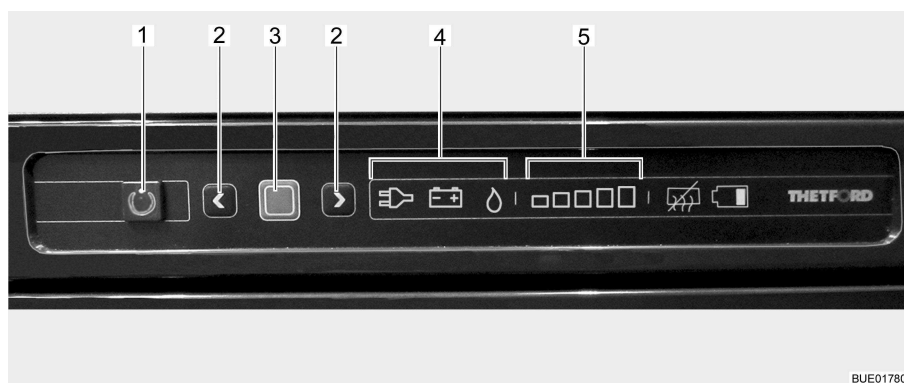

Bild 93 Reglage, knappar för kylskåpet
Det aktuella driftläget visas med en tänd symbol (Bild 93,4) på kontrollenheten.
När kylskåpet slås på väljs automatiskt den senast valda termostatinställningen. Denna inställning kan ändras manuellt med pilknapparna (Bild 93,2). De lysande staplarna på kylnivåindikatorn (Bild 93,5) visar den valda termostatinställningen. Med hjälp av pilknapparna ställs kyltemperaturen in för alla tre energikällorna. Det tar alltid några timmar innan man har en normal drifttemperatur i kylskåpet. Om en omkoppling sker till ett andra driftläge förändras termostatinställningen inte. Kyltemperaturen bibehålls oberoende av den valda energikällan.
- Tryck på på/av-knappen (Bild 93,1) i en sekund. Knappen (Bild 93,1) lyser grönt. Efter ca 10 sekunder dimmas indikeringen automatiskt för att spara ström.
- Tryck ned bekräftelseknappen (Bild 93,3) i cirka 2 sekunder. Symbolerna för driftlägena (Bild 93,4) blinkar.
- För att ändra driftläge tryck på pilknapparna (Bild 93,2).
- För gasdrift välj driftläget gas med hjälp av pilknapparna (Bild 93,2). Nu är gastillförseln öppen. Tändning sker automatiskt. Ett tickande ljud hörs tills tändningsproceduren är klar.
- Tryck på bekräftelseknappen (Bild 93,3).
- Tryck på bekräftelseknappen (Bild 93,3) igen. Kylningsnivån indikeras med de lysande staplarna (Bild 93,5).
- Ändra inställningen genom att trycka på pilknapparna (Bild 93,2) tills önskad inställning visas.
- Tryck på på/av-knappen (Bild 93,1) i cirka 2 sekunder. Alla lampor slocknar. Kylskåpet är avstängt.